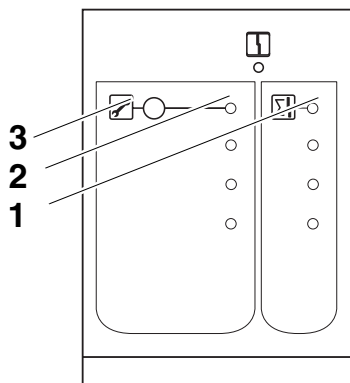

Рис. 2 Фронтальная панель функционального модуля FM 448
Если в текущий момент времени возникла неисправность в системе управления или в сопряженных с ней элементах, то на функциональном модуле FM 448 загорается светодиод "Общее сообщение о неисправности" (рис. 2, **поз. 1**).
- Удерживайте нажатой кнопку "Техническое обслуживание/подавление сигнала" (рис. 2, **поз. 3**) до загорания светодиода "Техническое обслуживание/подавление сигнала" (рис. 2, **поз. 2**) для того, чтобы временно (максимум на 2 часа) отключить подсоединенное сигнальное устройство.
Если специалист отопительной фирмы включил функцию "Техническое обслуживание", то на функциональном модуле FM 448 загорается светодиод "Техническое обслуживание/подавление сигнала" (рис. 2, поз. 2).
Вы можете выключить функцию "Техническое обслуживание" повторным нажатием кнопки (рис. 2, поз. 3).